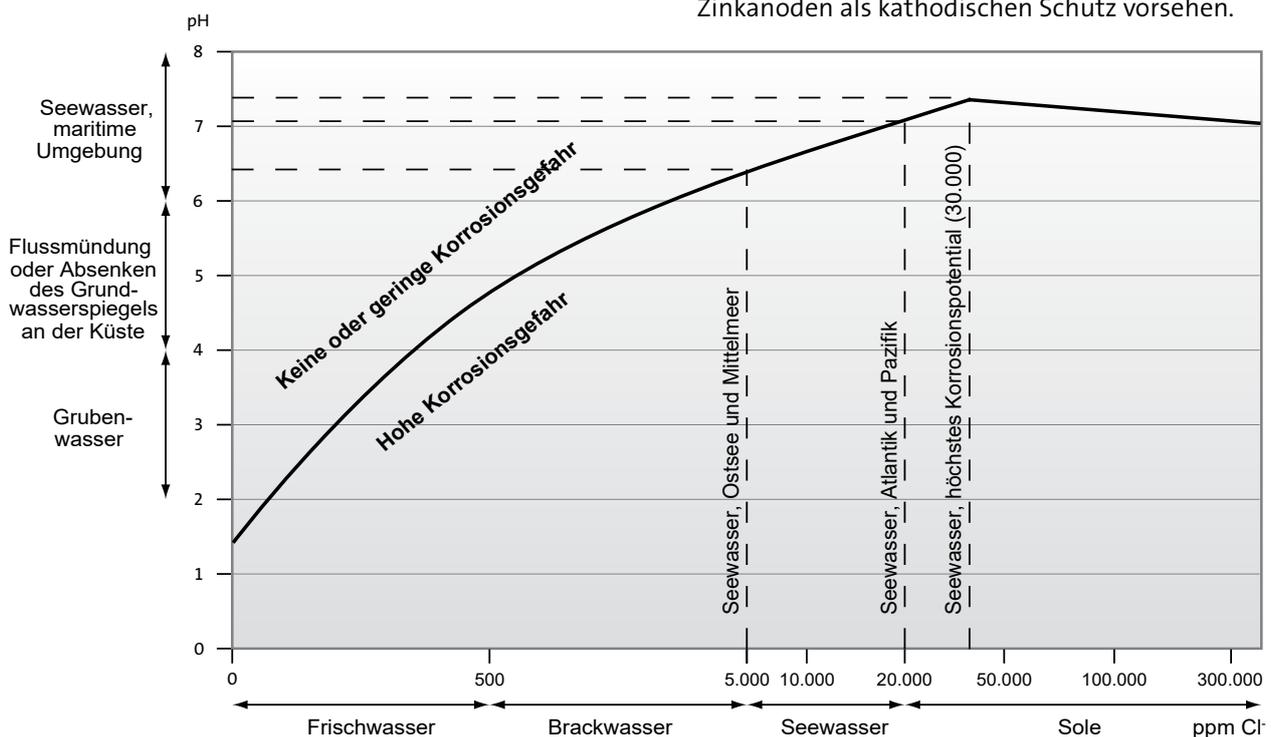

Abb. 10 Korrosion durch Chlorid
2. In Abb. 10 mithilfe der Äquivalentkonzentration den für Edelstahl 1.4539 (AISI 904L) zulässigen pH-Wert ermitteln. Ist das Korrosionsrisiko hoch, ist eine Epoxidbeschichtung des Motors erforderlich.
Mithilfe der Abb. 10 kann die Mindesteintauchtiefe ermittelt werden.  $H_{Verlust}$  zuzüglich dem Sicherheitszuschlag dienen dabei als Ausgangspunkt auf der diagonal verlaufenden Verlustlinie. Der aktuelle NPSH-Wert kann dem Datenblatt entnommen werden.